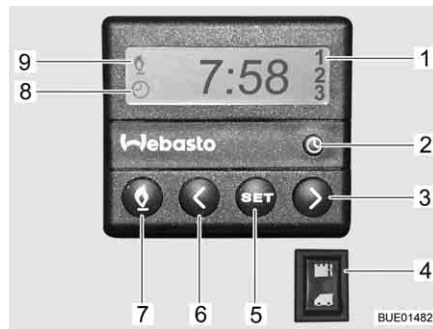

Bild 213 Kontrollenhet för motorvärme
- Tryck ner knapp (Bild 213,7). Värmedriften indikeras av symbolen (Bild 213,9). Fläkten startas först när kylmedelstemperaturen uppgår till 30 °C.
- Tryck ner knapp (Bild 213,7). Symbolen (Bild 213,9) slocknar.
- Vippkontakten (Bild 213,4) trycks in nedtill. Motorn förvärms. Fläkten startas direkt.
- Vippkontakten (Bild 213,4) trycks in upptill. Motorn värms inte upp.
- Tryck ner knapp (Bild 213,2). Tidsinställningen indikeras genom symbolen (Bild 213,8).
- Ställ klockan med knapparna (Bild 213,3 och 6).
- Tryck ner knapp (Bild 213,5).
- Ställ in starttiden inom 10 sekunder med knapparna (Bild 213,3 och 6).
- Tryck på knappen (Bild 213,5) tills önskat programnummer (Bild 213,1) visas på displayen.